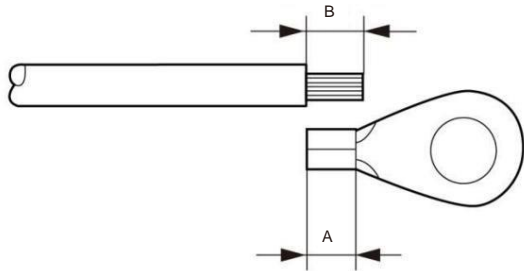

Figura 5.7 Longitud adecuada
3. Pele el aislamiento del cable de tierra a una longitud adecuada (consulte la Figura 5.7).